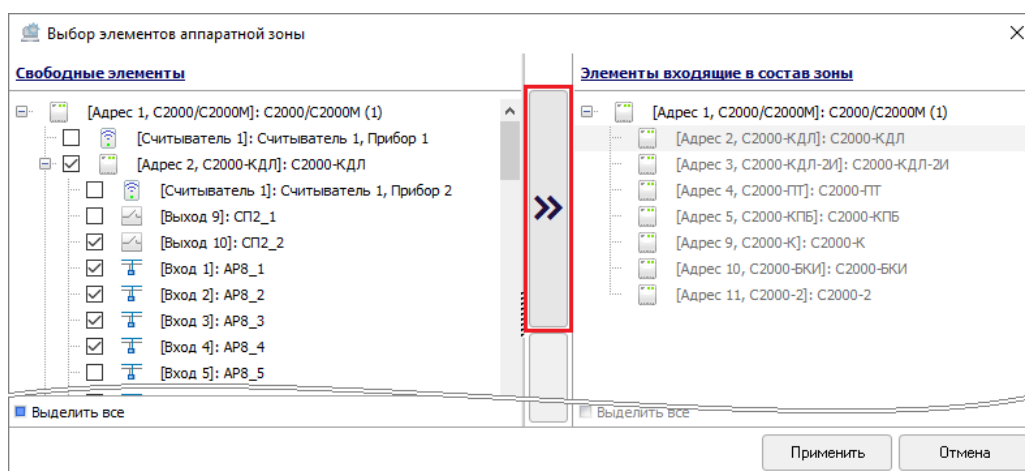

Рисунок 6-309 Добавление элементов и приборов в состав аппаратной зоны кнопкой переноса
- в поле «Свободные элементы» установите флаг в чекбоксах слева от тех элементов и приборов, которые необходимо выбрать как элементы, входящие в состав аппаратной зоны, и нажмите кнопку переноса  (см. Рисунок 6-309);